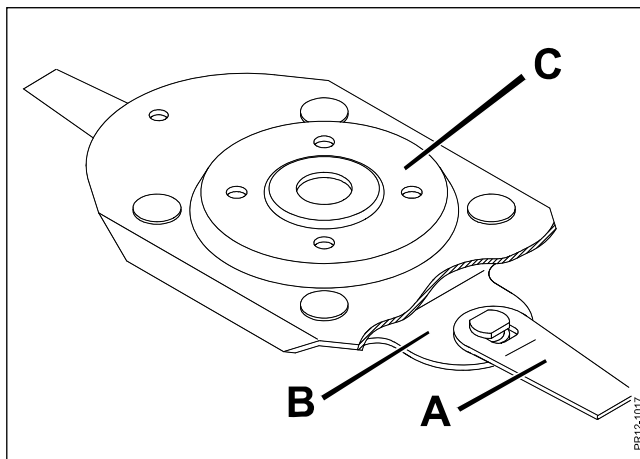

Fig. 5-6
**Fig. 5-6** Systemet benævnes QS (Quick and Safe), som er betegnende for den hurtige montering/udskiftning af knive, samt den høje sikkerhed mod at knive **A** utilsigtet kan frigøres fra knivholderen **B**, der er boltet på skiven **C**.